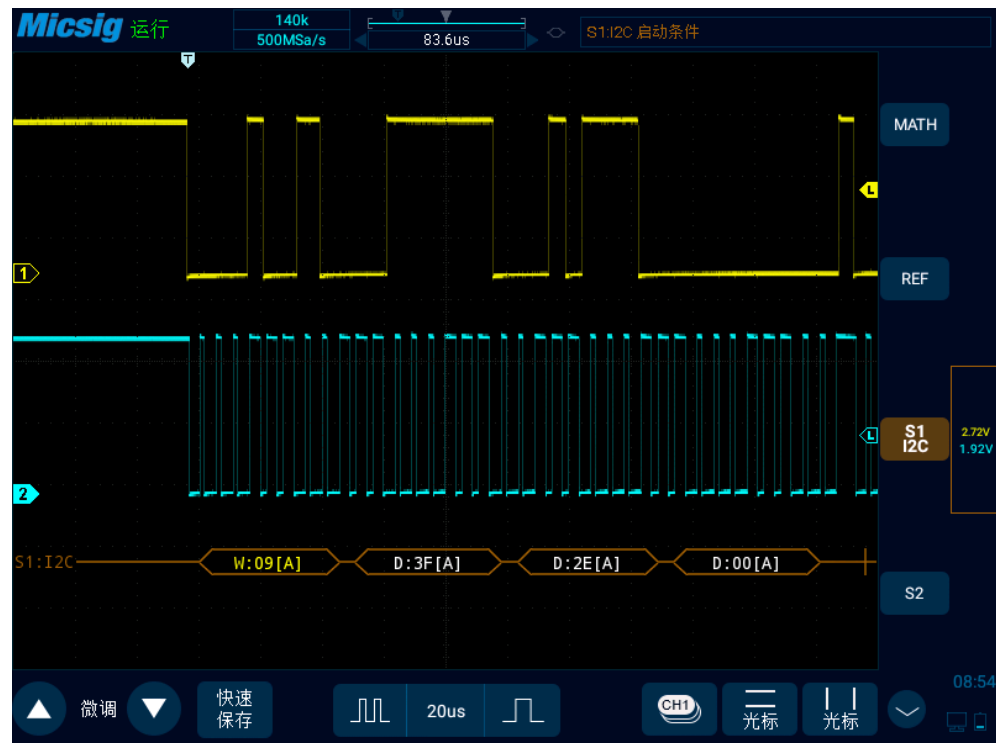

图12-24 I2C 图形界面
- (1) 轻点 S1 打开解码通道，再次点击 S1 打开总线配置菜单；
- (2) 选择总线类型为“I2C”，打开总线设置菜单，点选时钟 SCL 为 Ch2 通道；
- (3) 打开触发方式配置菜单，在触摸屏上点选 “启动条件”；
- (4) 依据信号幅值设置 2 个通道的阈值电平； I2C 触发图形界面见图 12-24：